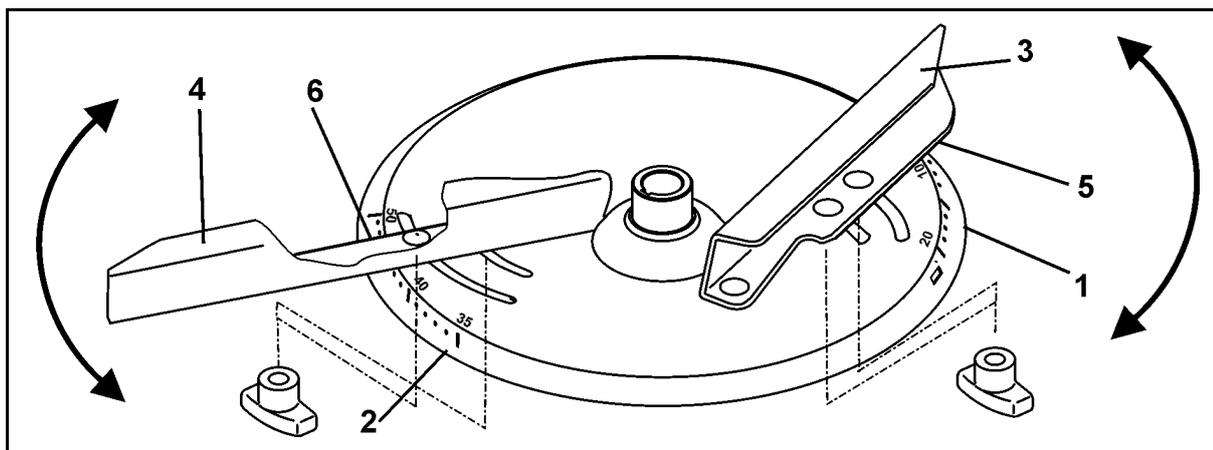

Fig. 54
Zur exakten, werkzeuglosen Einstellung der einzelnen Streuschaufelstellungen sind auf jeder Streuscheibe zwei unterschiedliche, unverwechselbare Skalen (Fig. 54/1 und Fig. 54/2) angeordnet.
- Der kürzeren Streuschaufel (Fig. 54/3) ist die Skala (Fig. 54/1) mit den Werten von 5 bis 28 und der längeren Streuschaufel (Fig. 54/4) die Skala (Fig. 54/2) mit den Werten von 35 bis 55 zugeordnet.
- Für die kurze Streuschaufel (Fig. 54/3) den Einstellwert an der Ablesekante (Fig. 54/5) ablesen.
- Für die lange Streuschaufel (Fig. 54/4) den Einstellwert an der Ablesekante (Fig. 54/6) ablesen.
- Das Verschwenken der Streuschaufeln auf einen höheren Zahlenwert der Skala (Fig. 54/1 bzw. Fig. 54/2) bewirkt eine Vergrößerung der Arbeitsbreite.